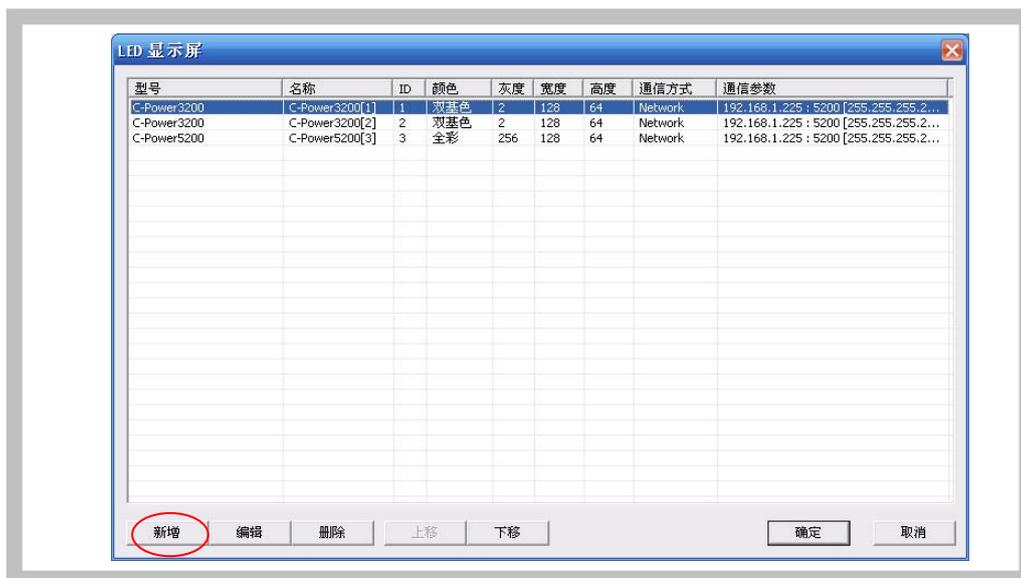

图12 显示屏列表窗口
- 2) 弹出如图12所示的“目前已定义的显示屏列表”窗口中, 点击“新增”按钮。